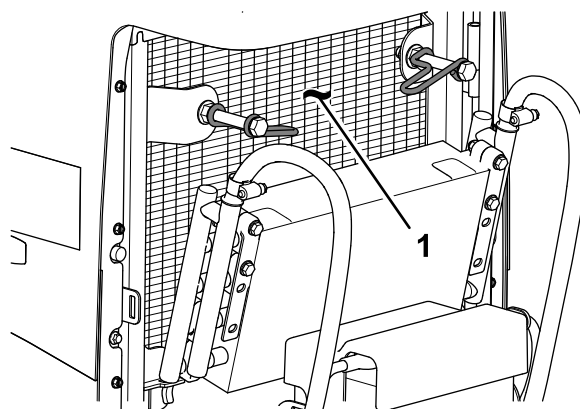

Рисунок 114
8. Тщательно очистите обе стороны маслоохладителя и радиатора (Рисунок 114) сжатым воздухом.